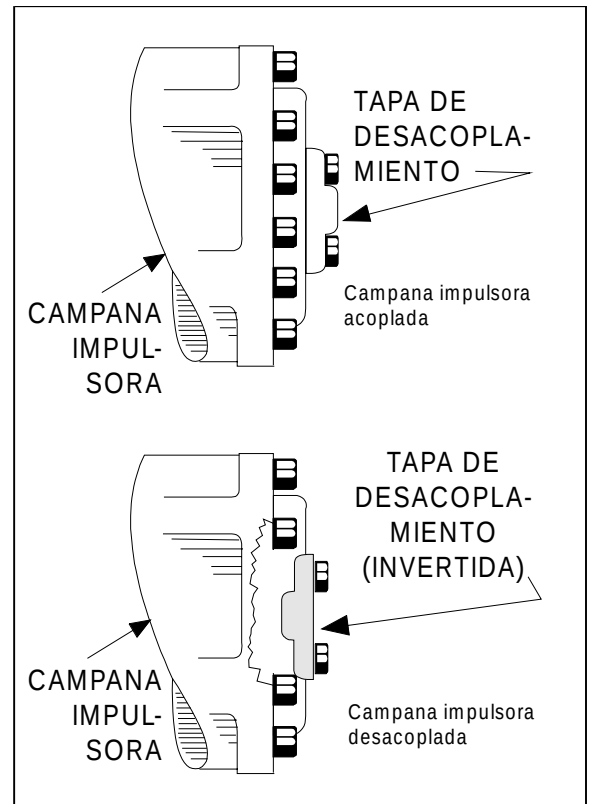

Figura 4-6. Desacoplamiento de la campana impulsora
2. Desacople las campanas impulsoras invirtiendo la tapa de acoplamiento (Ver Figura 4-6). Después del remolque, haga lo siguiente:
3. Vuelva a acoplar las campanas impulsoras invirtiendo la tapa de acoplamiento (Ver Figura 4-6.).